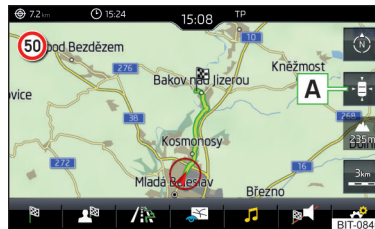

Fig. 242
► To **centre the map**, tap on function surface **A** » Fig. 242.